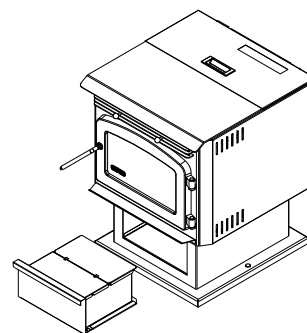

Figure 19
- De façon périodique, enlevez le tiroir à cendres (voir Figure 19). Disposez des cendres.